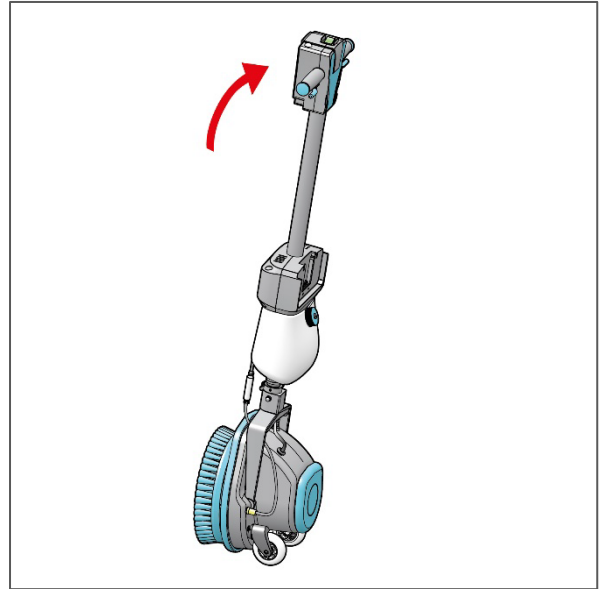

Figure 6
3. Soulevez l'i-scrub par la poignée en position de stationnement verticale (Figure 6). L'i-scrub se tient debout sur ses roues de transport.